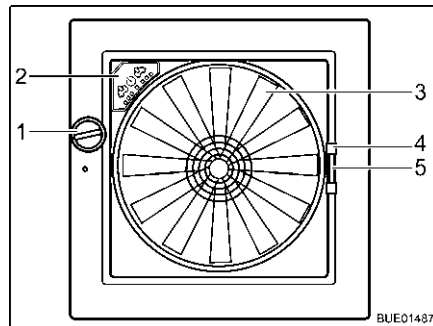

Bild 92 Dachhaube Omni-Vent
- Öffnen:** ■ Drehknopf (Bild 92,1) drehen, bis der gewünschte Öffnungswinkel erreicht ist.
- Schließen:** ■ Drehknopf (Bild 92,1) drehen, bis Dachhaube vollständig geschlossen ist.
- Schließen:** ■ Insektenschutz am Griff (Bild 92,4) zur gegenüberliegenden Rahmenseite ziehen.
- Schließen:** ■ Griff (Bild 92,5) der Verdunklung zusammendrücken.
**Ventilator** Wenn die Dachhaube geöffnet ist, kann der Innenraum mit dem 6-stufigen Ventilator (Bild 92,3) und entlüftet werden. Der Ventilator wird am Bedienfeld (Bild 92,2) bedient.